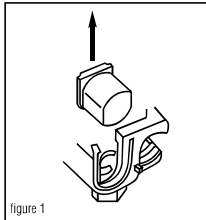

figure 1
1. Determine the direction for the tap conductor to exit and discard one end cap. **See figure 1.**
1. Determine la dirección en la que el conductor derivado saldrá y deseché la tapa terminal sobrante. **Vea la ilustración 1.**